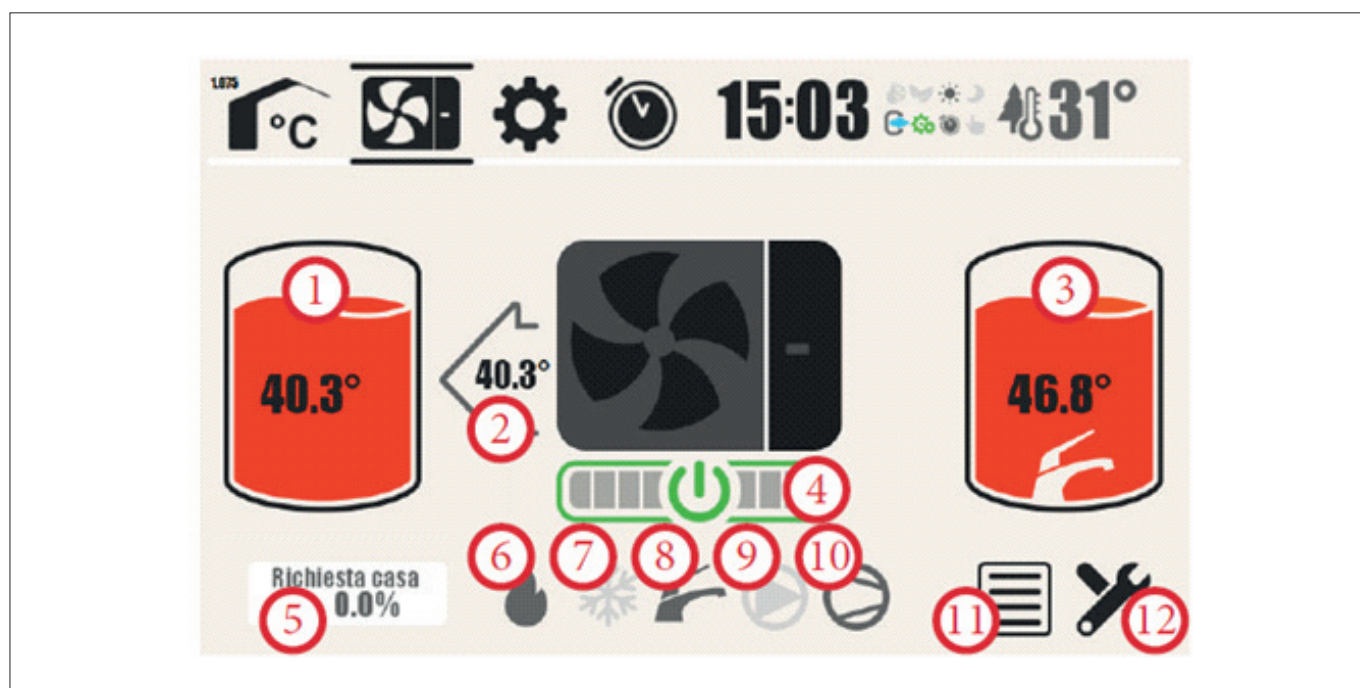

FIG. 70 (Pulsante ON - OFF comando remoto HCC)
1) Toccare l'icona (FIG. 70 - Rif. 4) per accendere la macchina.
Con icona accesa "fiamma" (FIG. 70 - Rif. 6) indica che la macchina produrrà acqua calda.
Con icona accesa "Neve" (FIG. 70 - Rif. 7) indica che la macchina produrrà acqua fredda.
- 1) Toccare l'icona (FIG. 70 - Rif. 4) per spegnere la macchina.